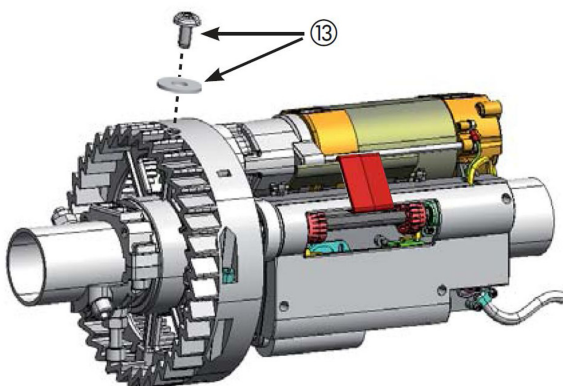

Рис. 10
11. Вторым винтом с круглой головкой необходимо закрепить верхний профиль (ламель) полотна рулонных ворот. Для этого необходимо просверлить отверстие в верхнем профиле полотна диаметром 10,5 мм. После чего совместить полученное отверстие в профиле с отверстием в приводном адаптере, скрепив их винтом с шайбой (13). (рис.10)